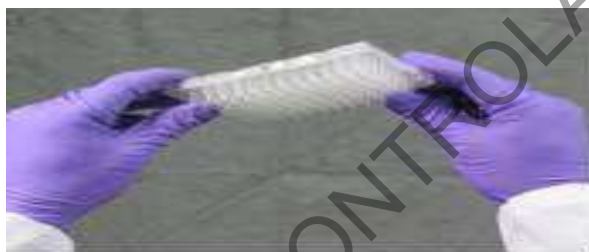

Figura 1. Vista posterior de la placa de reacción de 96 pozos.
**7.1.13** Agregue 18  $\mu$ L (reacción completa) o 9  $\mu$ L (media reacción) de la mezcla rotulada como MM a los pozos de la placa donde se cuantificarán los estándares, las muestras y los controles positivo y negativo. Al terminar, tome la placa por los lados, cuidadosamente y sin invertirla de posición, levántela y revise (manteniéndola en posición horizontal) con cuidado que todos los pocillos a usar contengan la cantidad deseada de reactivo. Ver figura 1.